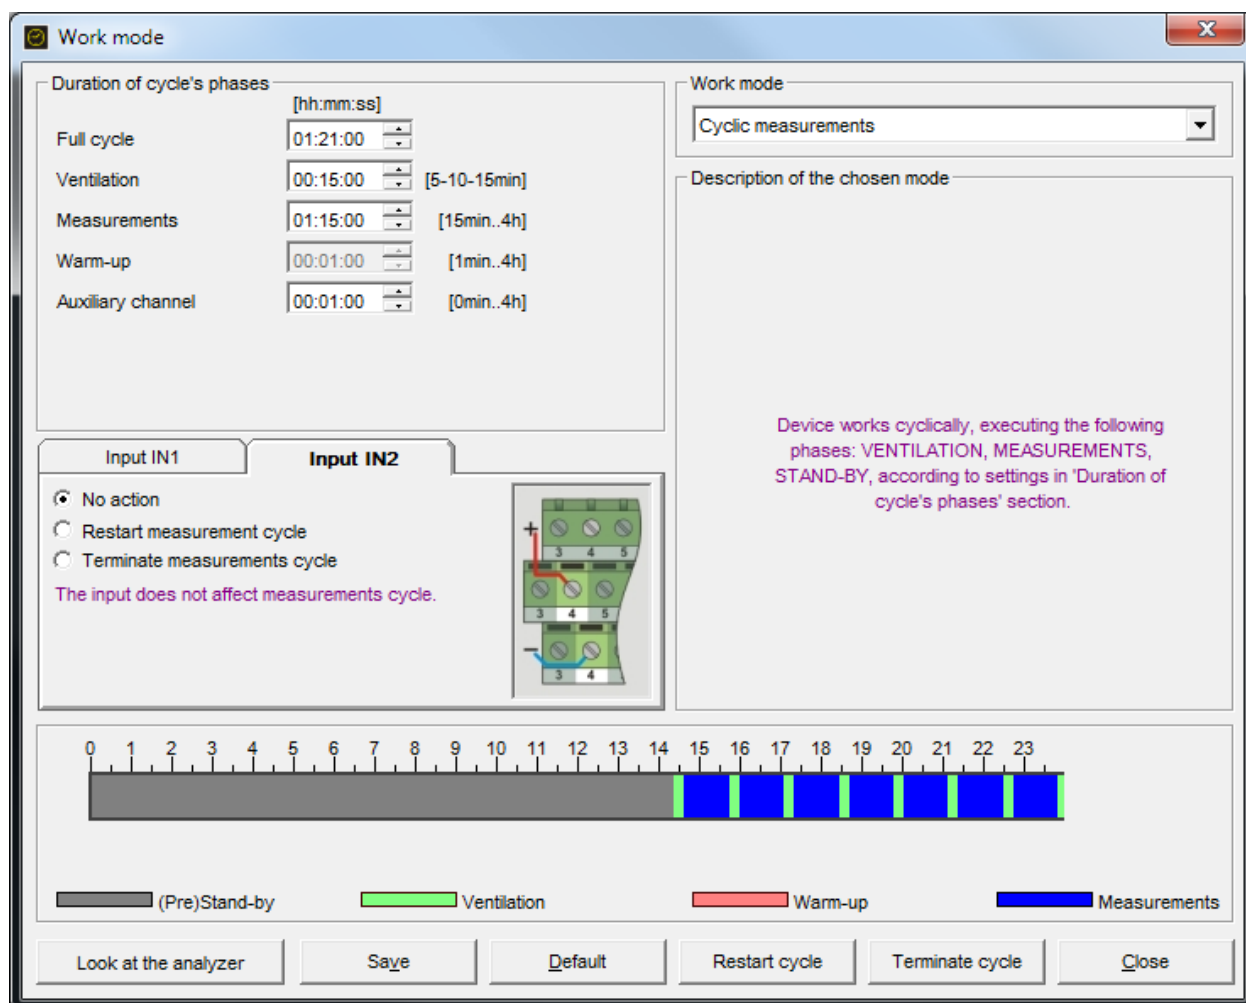

图 88. “工作模式”窗口- 设置循环测量
该功能的能使用“快速访问”按钮或通过菜单栏, 按“工作模式”按钮. 如果此功能调用, 窗口就会出现, 如片图 88. 所示. 该窗口允许用户检查监测器的工作阶段, 设置新的工作周期, 准备工作的时间表, 或设置在数字输入的帮助下重新启动周期。“工作模式”窗口分为五个部分 (框架) - 每个部分涉及特定的工作设置. 要查看当前模式或切换到设置调整, 使用按钮“查找分析仪”/“放弃预览”。
- 循环测量 - 图 88.